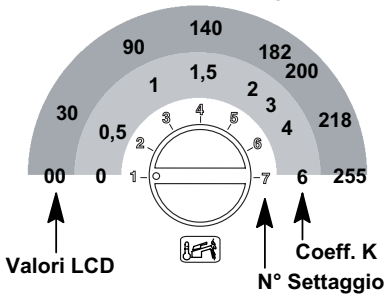

Fig. 5.62
- Impostare il valore ruotando la manopola in Fig. 5.62 da un minimo di **30** (la sequenza P15 si alterna 30)